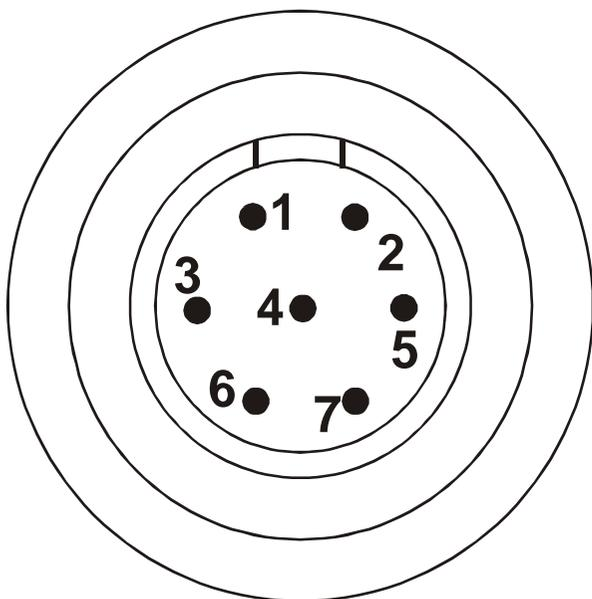

Рис. 6. Нумерация контактов розетки кабельной РС7ТВ для кабеля «СИГНАЛЬНОГО»
**ВНИМАНИЕ! Нумерация контактов розетки кабельной РС7ТВ, входящей в комплект поставки газоанализатора, может отличаться от приведенной на рис. 6. Распайку розетки РС7ТВ для кабеля сигнального следует производить в соответствии с рис. 6.**
**ВНИМАНИЕ!** Нумерация контактов розетки кабельной РС7ТВ, входящей в комплект поставки газоанализатора, может отличаться от приведенной на рис. 6. Распайку розетки РС7ТВ для кабеля сигнального следует производить в соответствии с рис. 6.